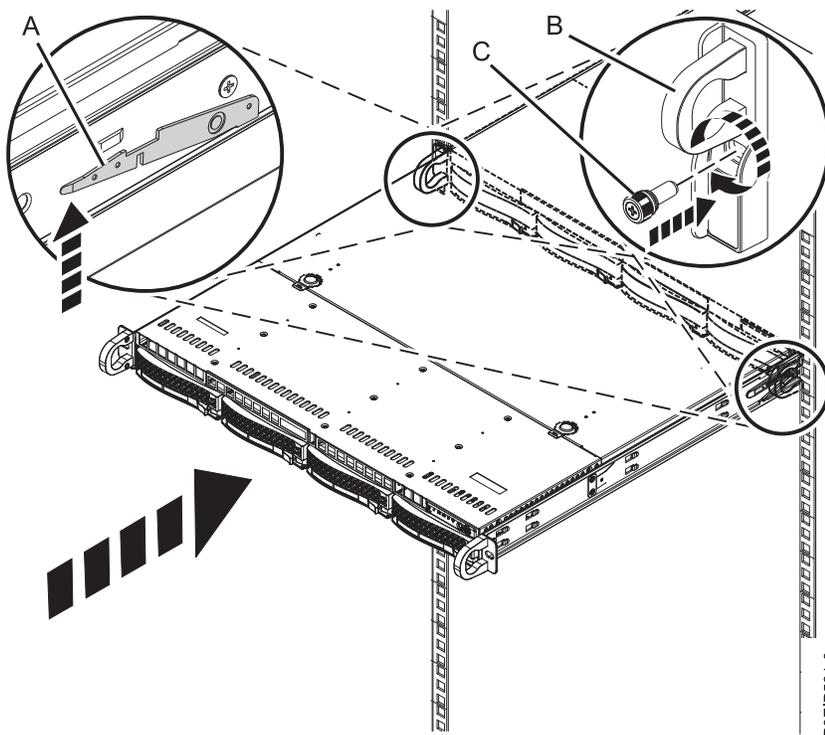

図 80. システムの操作位置への設置
5. レール安全ラッチ (A) を上方に持ち上げて解放し (図 80 を参照)、システムをラックに完全に押し込みます。安全ラッチは、反対方向に動作します。つまり、一方の側のラッチが上に移動すると、もう一方の側のラッチは下に移動します。